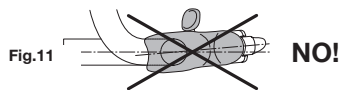

Fig.11
- comandi Ergopower non correttamente posizionati o che si muovono sul manubrio (**Fig. 11**)